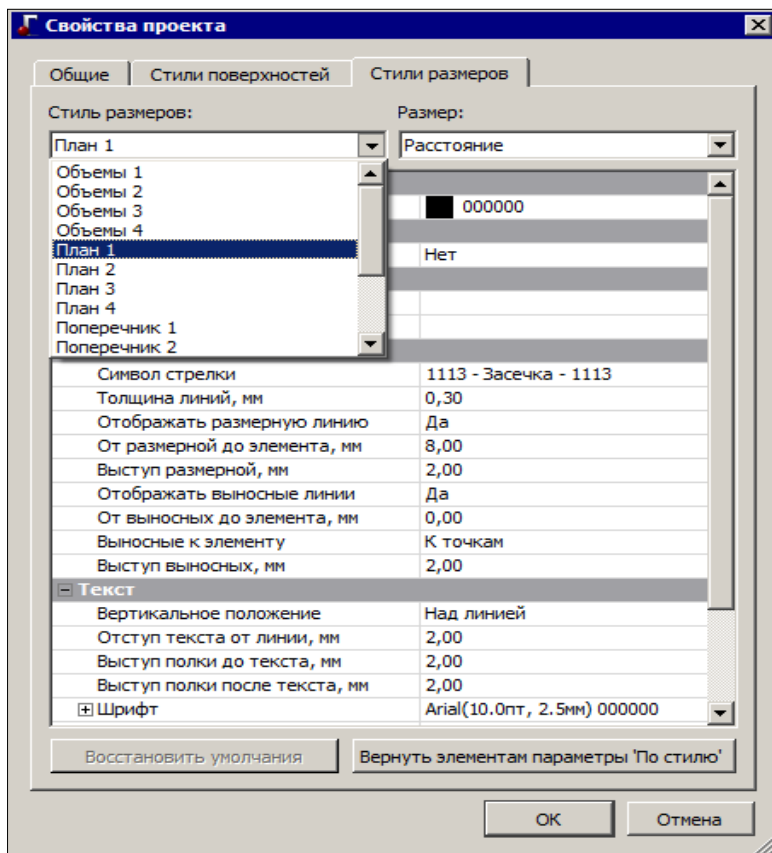

Рис. 3.9
- группа настроек, одинаковых для однотипных элементов: стили размеров, стили поверхностей, свойства подписей точек. Настройки стилей размеров и поверхностей задаются в диалоге **Свойства проекта** (рис. 3.9), который открывается одноименной командой из главного меню **Установки/Активный проект** для активного проекта или из контекстного меню для любого выбранного проекта.